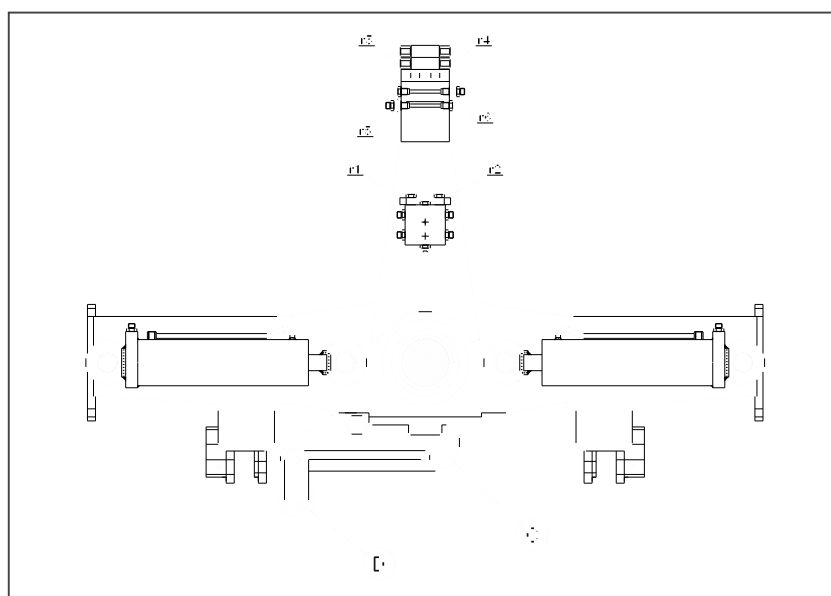

fig.26
- Nel caso di trasporto di un aratro fuori-solco è necessario bloccare la rotazione dei cilindri agendo sul catenaccio "C" di fig.26: il peso "D" va posizionato come in figura, il ribaltamento va effettuato lentamente al fine di permettere al catenaccio "C" di agganciarsi automaticamente per rendere sicura la manovra di trasporto. Se l'aratro è dotato di cilindro con memoria, l'operazione di ribaltamento prima del trasporto orizzontale va eseguita utilizzando il cilindro della memoria (tubi con tappo giallo) e non quello del ribaltamento (tubi con tappo rosso). In tutti gli altri casi, il ribaltamento dell'aratro prima del trasporto deve essere effettuato agendo sui comandi connessi ai tubi con tappo rosso.